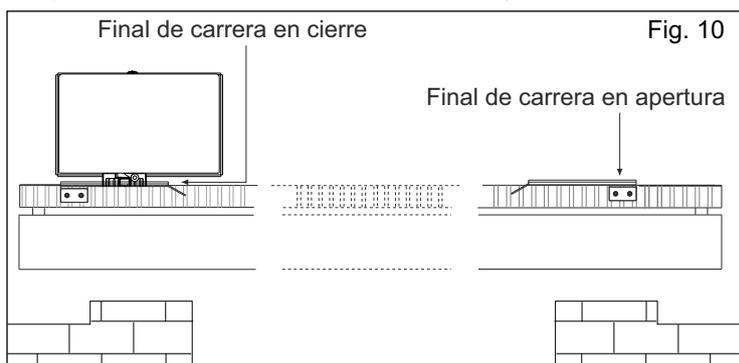

Fig. 10
6.1. Para instalar y regular los finales de carrera en apertura, seguir las instrucciones abajo elencadas (Fig. 10):